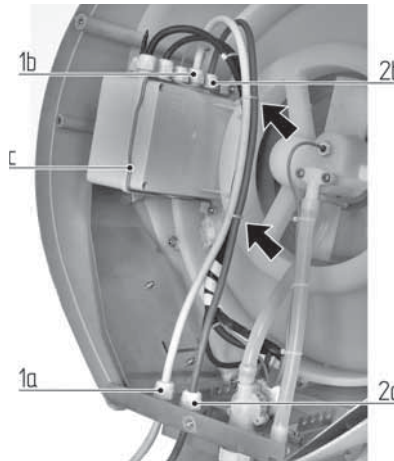

Fig. 2.12
Con riferimento alla Fig. 2.12:
Al termine dell'installazione l'interno della macchina dovrebbe apparire come mostrato in Fig. 2.12.
With reference to Fig. 2.12:
Once the electrical connections have been completed, carefully close the box with its screws, place it back in position, and secure it with the locking spring c. At the end of installation, the inside of the appliance should appear as shown in Fig. 2.12.
- Assicurarsi che tutti i fili siano posizionati regolarmente all'interno della macchina come mostrato in Fig. 2.12;
- Make sure that all the wires are positioned properly inside the appliance as shown in Fig. 2.12;